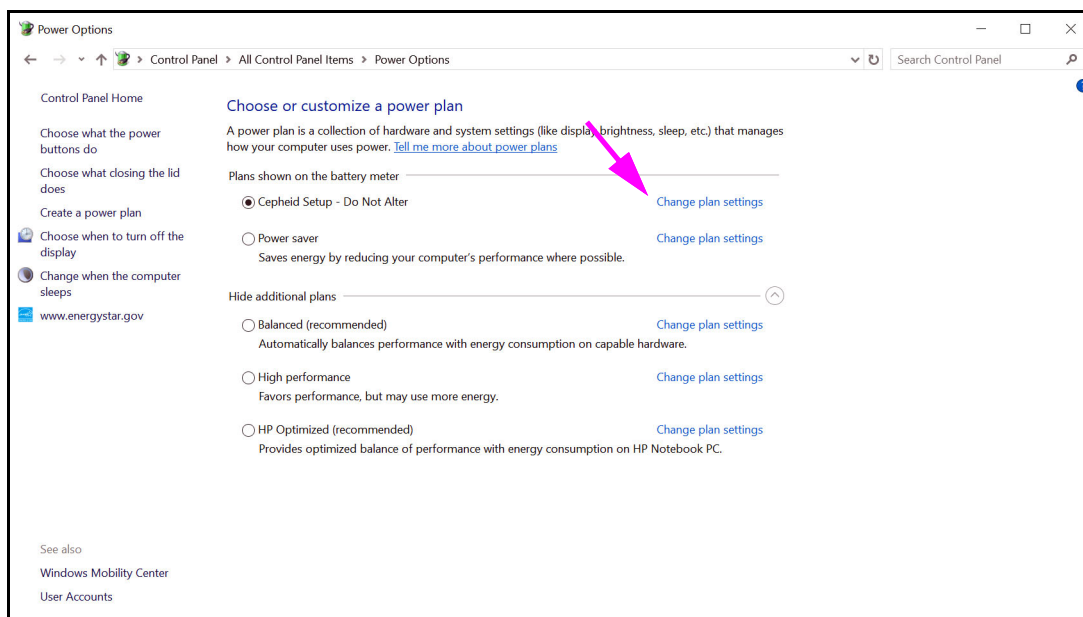
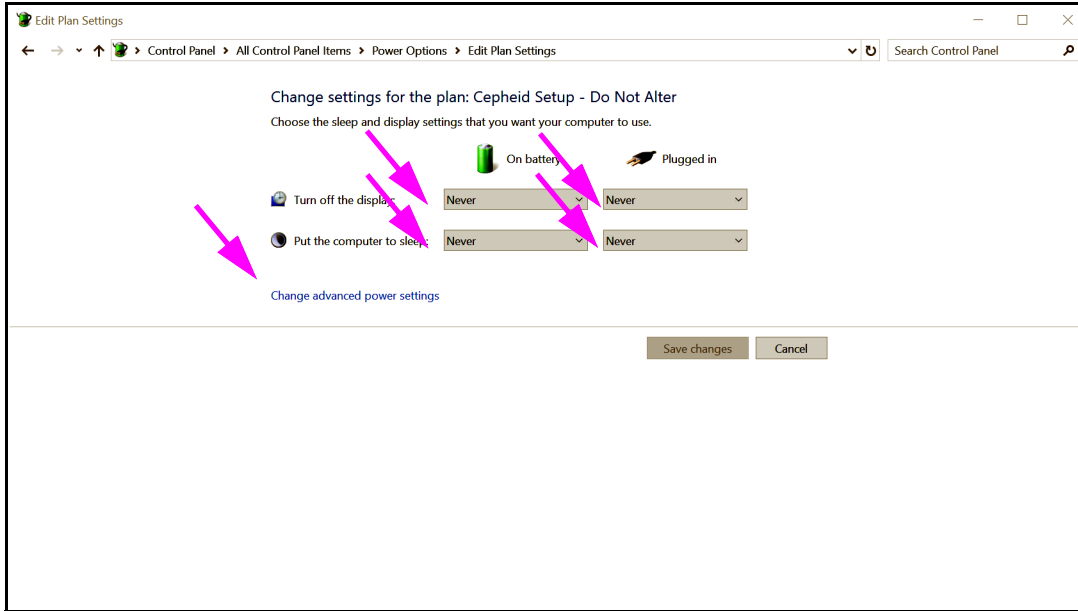
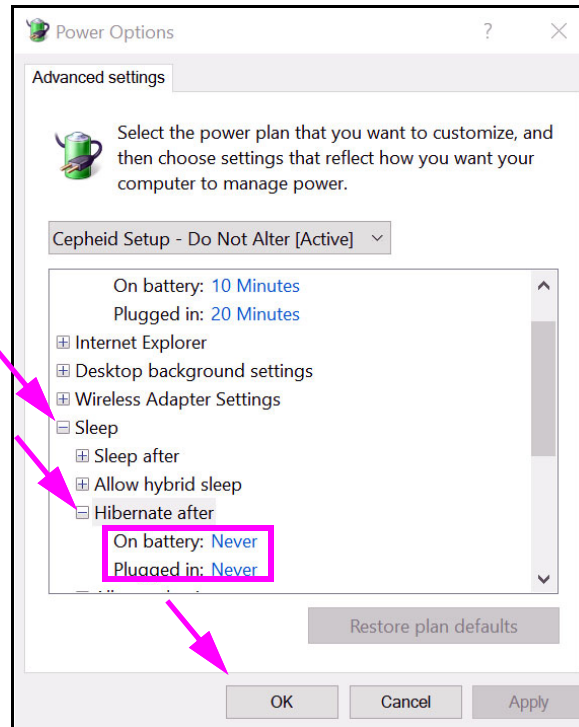
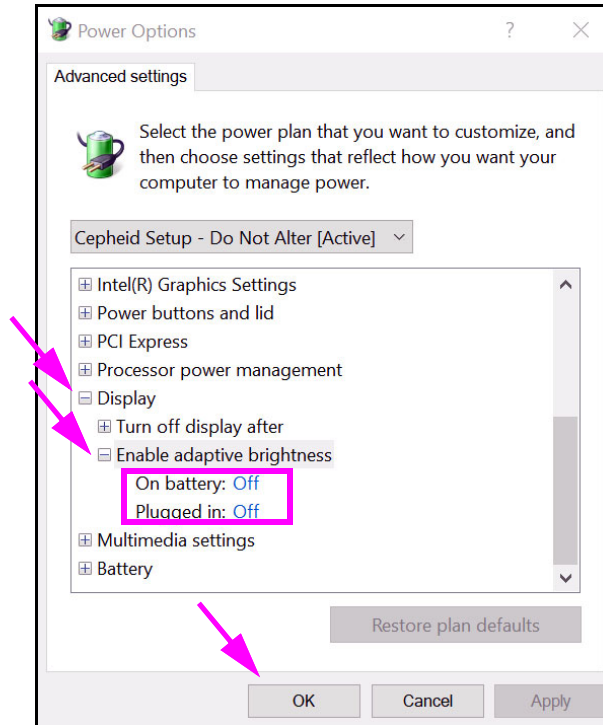

Figure 2-25. Fenêtre Power Options (Options d'alimentation)
Figure 2-26. Fenêtre Modifier les paramètres du mode (Edit Plan Settings)
Figure 2-27. Fenêtre Power Options – Advanced settings (Options d'alimentation – Paramètres avancés) [Sleep (Veille)]
Figure 2-28. Fenêtre Power Options – Advanced settings (Options d'alimentation – Paramètres avancés) [Display (Écran)]
3. Dans la section **CepheidSetup - Do Not Alter (Configuration - Ne pas modifier)**, cliquer sur **Change plan settings (Modifier les paramètres du mode)**. Voir la Figure 2-25. La fenêtre **Change plan settings (Modifier les paramètres du mode)** apparaît. Voir la Figure 2-26.
4. S'assurer que les fonctions **Turn off the Display (Éteindre l'écran)** et **Put the computer to sleep (Mettre l'ordinateur en veille)** sont réglées sur **Never (Jamais)** pour les deux options **On battery (Sur la batterie)** et **Plugged in (Sur secteur)**. De plus, s'assurer que le curseur de la fonction **Adjust plan brightness (Ajuster la luminosité du plan)** est réglé sur le paramètre le plus lumineux. Voir la Figure 2-26.
5. Cliquer sur **Change advanced power settings (Modifier les paramètres d'alimentation avancés)** (voir la Figure 2-26). La fenêtre **Power Options Advanced settings (Options d'alimentation Paramètres avancés)** apparaît. Voir la Figure 2-27.
6. Dans la fenêtre Power Options – Advanced settings (Options d'alimentation – Paramètres avancés), double-cliquer sur **Sleep (Veille)** pour développer puis -double-cliquer sur **Hibernate after (Mettre en veille prolongée après)**. Voir la Figure 2-27.
- A. **Ordinateurs de bureau :** Vérifier que la valeur du **Setting (Paramètre)** est réglée sur zéro (0) ou **Never (Jamais)**. Si cela n'est pas le cas, modifier la valeur du **Setting (Paramètre)** sur zéro (0) ou **Never (Jamais)**.
- B. **Pour les portables uniquement :** Vérifier que les valeurs pour **On battery (Sur batterie)** et **Plugged in (Alimenté)** sont réglées sur **Never (Jamais)**. Si cela n'est pas le cas, cliquer sur **On battery (Sur batterie)** et **Plugged in (Alimenté)**, et utiliser les boutons de flèches haut/bas pour régler la valeur sur zéro (0) sur l'option pouvant être sélectionnée.
7. Dans la fenêtre Power Options – Advanced settings (Options d'alimentation – Paramètres avancés), double-cliquer sur **Display (Écran)** pour développer puis -double-cliquer sur **Enable adaptive brightness (Activer la luminosité adaptative)**. Voir la Figure 2-28.
11. **Pour les portables uniquement :** Cliquer sur **Cancel (Annuler)** pour fermer la fenêtre Edit Plan Settings (Modifier les paramètres du mode). La fenêtre Power Options (Options d'alimentation) s'affiche (voir la Figure 2-25).